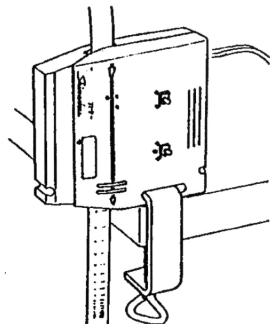

図5. 保持法(1)
- 1) 重力加速度の測定など垂直方向への運動の記録をする場合。(図5)